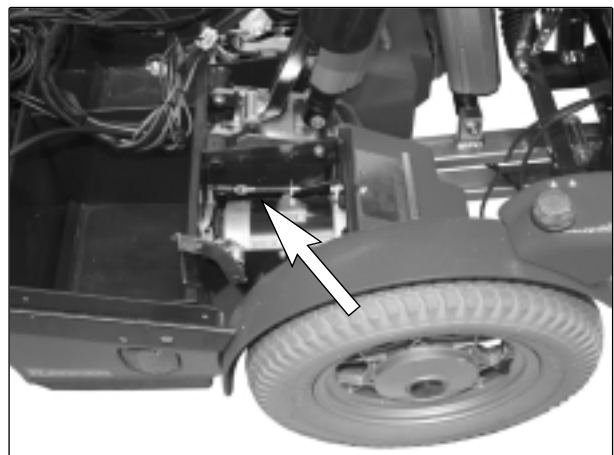

Abb. 24. Entriegelungsdraht Magnetbremse
6. Befestigen Sie den Bremsentriegelungsdraht, siehe Abb. 24.